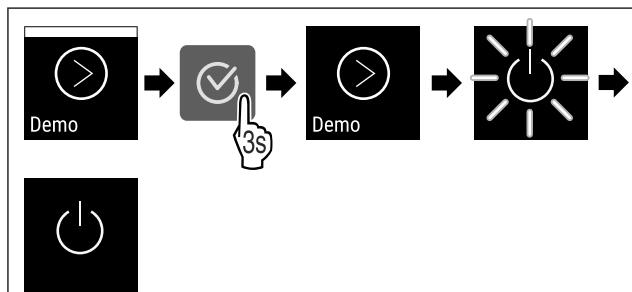

Fig. 111
- Изпълнете стъпките (вжк Fig. 111) .